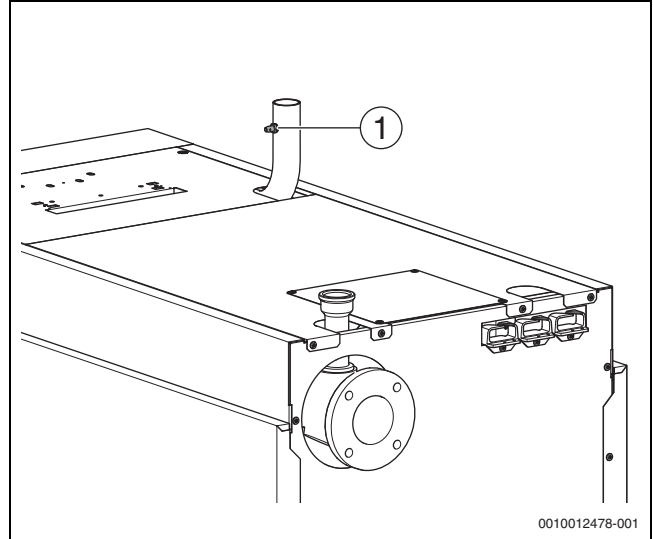

Рис. 31 Удаление воздуха из газопровода
- ▶ Отверните на 2 оборота запорный винт контрольного ниппеля, предназначенного для измерения давления и выпуска воздуха (→ Рис. 31, [1], стр. 30).